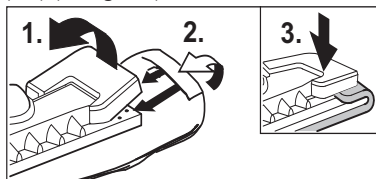

Fig. 11: Påsætning af rengøringskluden
- Fastgør rengøringskluden (H3) på gulvdysen (H1). Fold rengøringskluden sammen på langs og stil gulvdysen på den. Træk enderne af rengøringskluden ind under holdeklemmerne (H2) (se fig. 11).